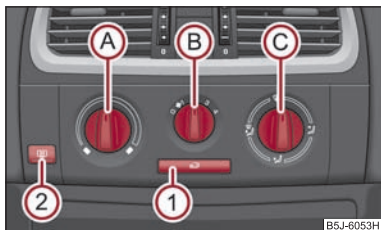

Fig. 88 Încălzirea: Elementele de comandă
Admisia aerului prin fiecare gură de ventilație se reglează de la regulatorul  ⇒ pagina 78, fig. 88. Gurile de ventilație 3 și 4 se pot deschide și închide separat.
- Rotiți regulatorul rotativ (A) ⇒ fig. 88 spre dreapta pentru a mări temperatura.
- Rotiți regulatorul rotativ (A) spre stânga pentru a reduce temperatura.